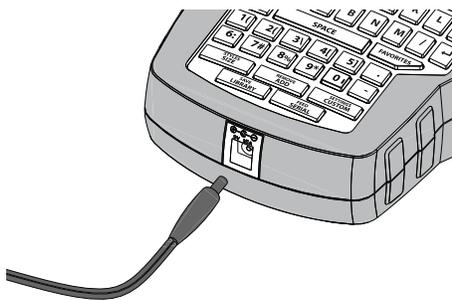

Figura 3
- 1 Conecte o adaptador de alimentação ao conector de alimentação na parte superior da impressora. Consulte a Figura 3.